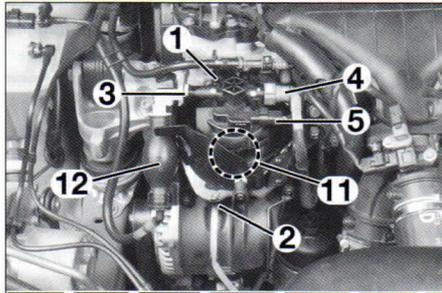
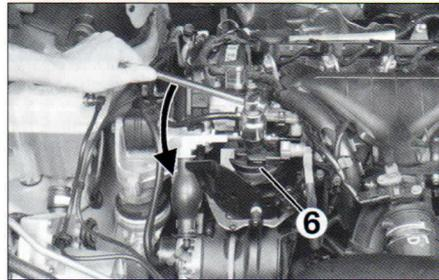

FIG.32
FIG.33
- Abrir los tornillos de purga (1) y de vaciado (2) (fig. 32).
- los racores de combustible (3) y (4).
- el conector del recalentador (5).
- el tornillo (7)
- la carcasa (6) (fig. 33).
- Desmontar los tornillos (8) (fig. 32).
- Aflojar el tornillo (9).
- el protector (10).
- Vaciar el resto de combustible con el tornillo de vaciado (2).
- Apretar el tornillo de vaciado (2).
- los racores de combustible (3) y (4) (**fig. 32**).
- Abrir el tornillo de purga (1).
- Accionar la pera (12) para purgar el sistema.
- Cerrar el tornillo de purga (1).